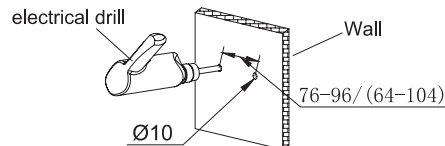

Figure 2
2. Marquez les trous d'installation sur le mur avec le support d'étrier. Percez des trous de 10 mm de diamètre. (Figure 2)